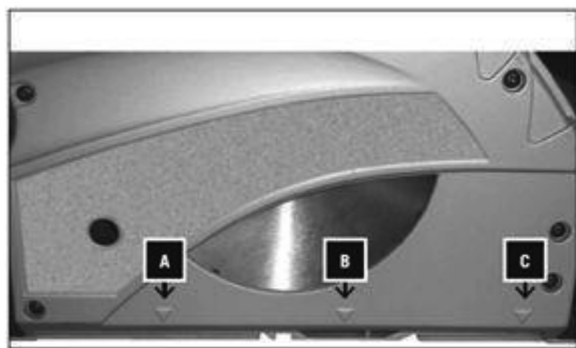

Рис. 10
3. Если будет производиться внутренний вырез в заготовке, то нужно определить начальную точку установки пилы. Для этого на корпусе защитного кожуха есть метки «А», «В» и «С» (рис. 10). Метки «А» и «С» указывают крайние положения диска. Метка «В» указывает на центр диска. Начальная точка распила соответствует метке «А». Конечная точка распила соответствует метке «С».